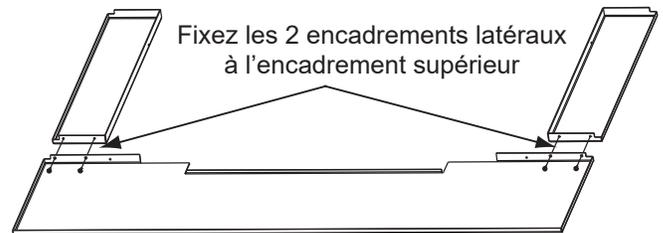

Figure 41.2
2. À l'aide d'un long tournevis à tête cruciforme de 102 à 152 mm (4 à 6 po) de long, fixez les parties latérales de l'encadrement à la partie supérieure de l'encadrement en utilisant les 2 vis autotaraudeuses n° 8 fournies avec le l'ensemble (**Figure 41.2**).